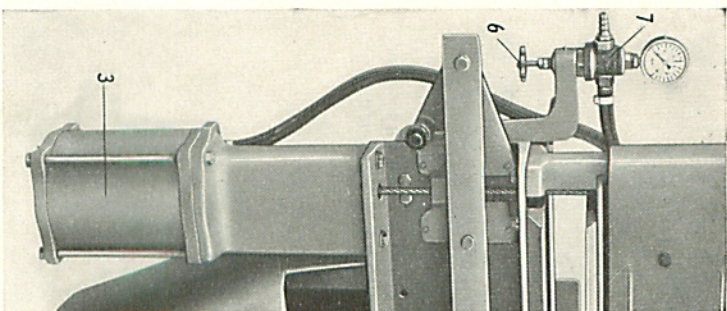

Bild 23
- 1) Reduction valve: (7) (Fig. 23).
- 2) Air cylinder: (3) (Fig. 23).
- 1) Détendeur: (7) (fig. 23).
- 2) Cylindre à air comprimé: (3) (fig. 23).
- 1) Reduzierventil: (7) (Bild 23)
- 2) Druckluftzylinder: (3) (Bild 23)